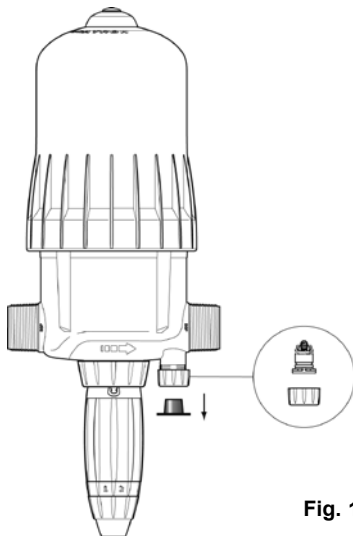

Fig. 11
- Il rétablit automatiquement la pression atmosphérique dans l'installation en cas de dépression accidentelle* (**Fig. 11**). Son utilisation relève de la réglementation sanitaire en vigueur dans le pays.